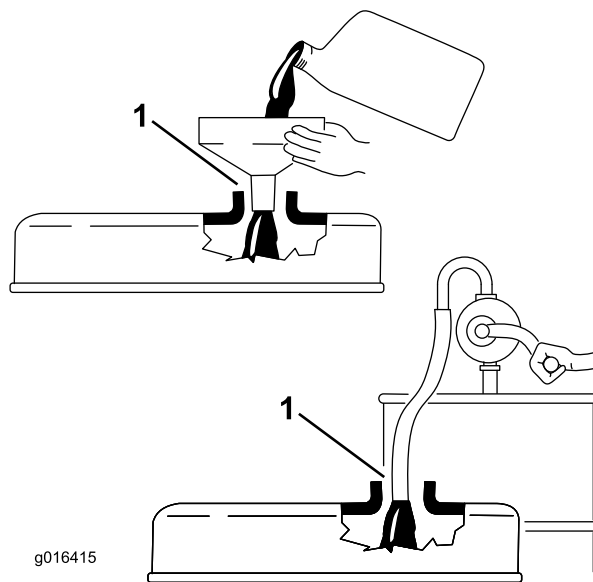

Рисунок 21
**Внимание:** При заливке масла в двигатель убедитесь в том, что щуп вынут. При доливе или заливке моторного масла **должен быть** зазор между устройством заливки масла и отверстием для заливки, как показано на Рисунок 21. Этот зазор необходим для обеспечения выхода воздуха при заливке, что предотвращает перелив масла в сапун.